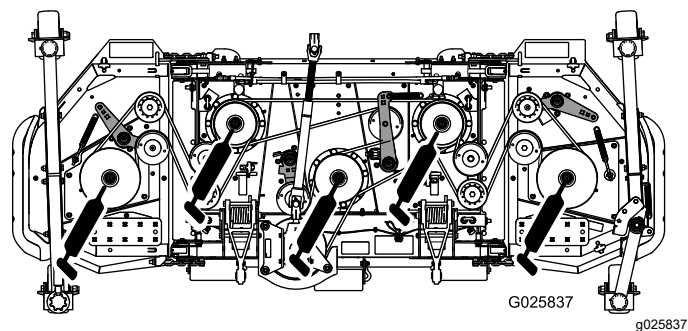

Figura 21
- Cuscinetti dell'asse del perno (5) (Figura 21)